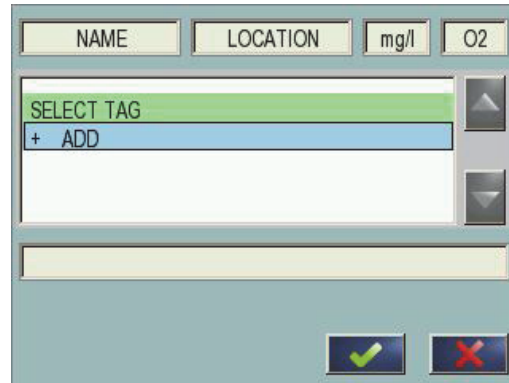

Рисунок 50 Главное меню редактора формул
2. Появится главное меню редактора формулы (Рисунок 50). Нажмите на текстовые поля для редактирования имени, местоположения, устройства, параметров и формулы.